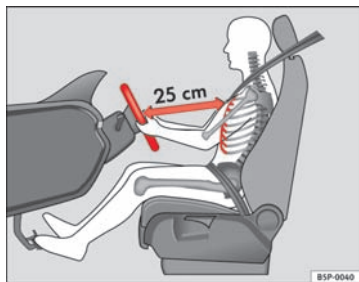

Fig. 1 Den rigtige afstand mellem fører og rat
- Indstil rattet, så afstanden mellem rattet og førerens brystkasse er mindst 25 cm ⇒ Fig. 1.
- Indstil førersædet, så der mindst er 25 cm mellem brystkassen og rattets midte ⇒ Fig. 1. Hvis du sidder tættere på end 25 cm, beskytter airbagsystemet ikke optimalt.